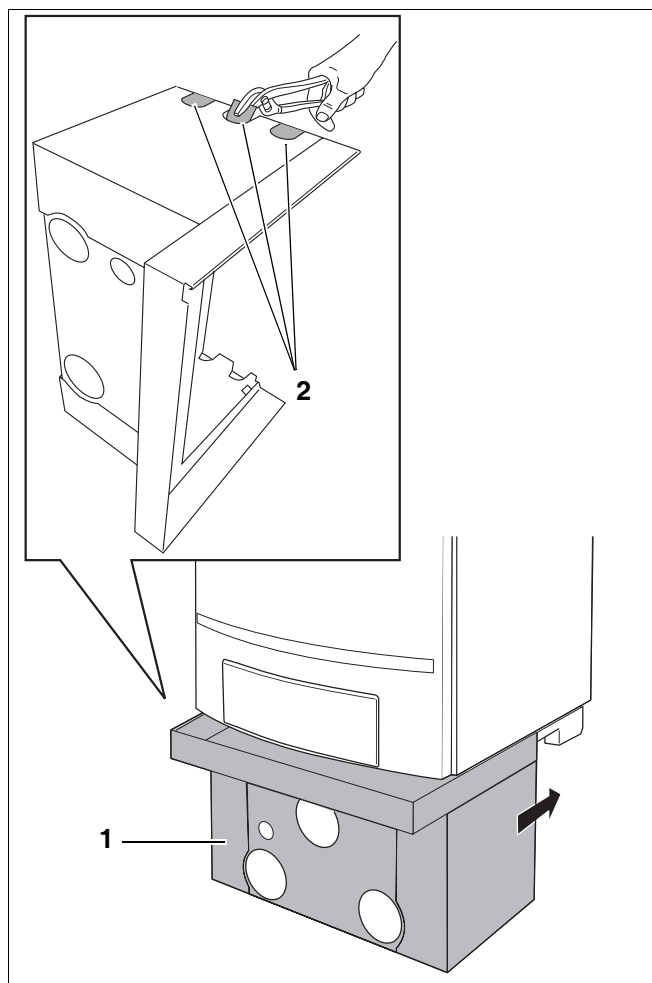

fig. 18 Mantel van de aansluitset monteren
- Plaats de mantel van de aansluitset (fig. 18, **pos. 1**).
Opmerking: Bij wandmontage, breek de 3 uitbreekstukken aan de linkerzijde uit de mantel (zie fig. 18, **pos. 2**).